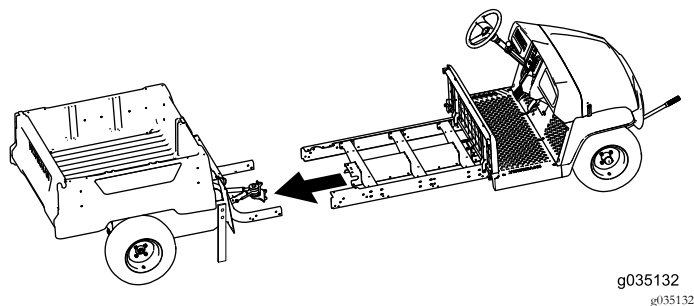

Figura 76
7. Peça ajuda a um assistente para unir as secções dianteira e traseira da máquina (Figura 76).